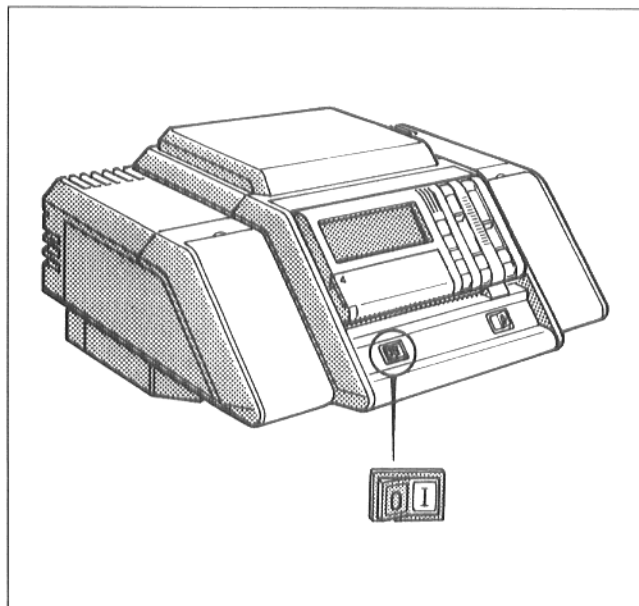

Fig. 4 : Mise en service du brûleur
- Mettre l'interrupteur de service (fig. 4) en position I (MARCHE).
- Mettre l'interrupteur de service (fig. 4) en position O (ARRET).